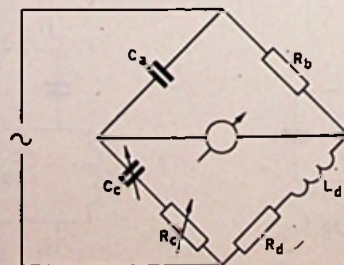

Fig.4
2. In de brugschakeling, waarvan het schema in fig. 4 is gegeven, zijn R_c en C_c variabel. Druk deze grootheden uit in de andere in de figuur gegeven grootheden voor het geval dat de brugtak waarin het meetinstrument is opgenomen, stroomloos is.